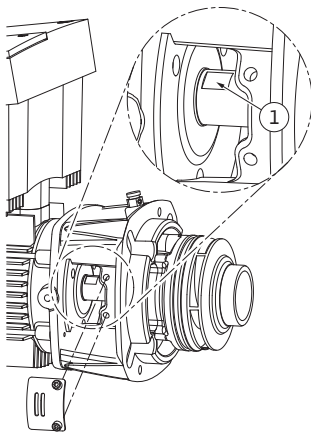

Fig. 52: Superfícies de aperto no veio
15. Introduzir uma chave de bocas com uma abertura ideal de 22 mm na janela da lanterna e fixar o veio nas superfícies de aperto (Fig. 52, pos. 1). Desapertar a porca do impulsor (Fig. 7, pos. 15). O impulsor (Fig. 7, pos. 16) é automaticamente extraído do veio.
24. Durante a montagem do impulsor, introduzir uma chave de bocas com uma abertura ideal de 22 mm na janela da lanterna e fixar o veio nas superfície de aperto (Fig. 52, pos. 1).